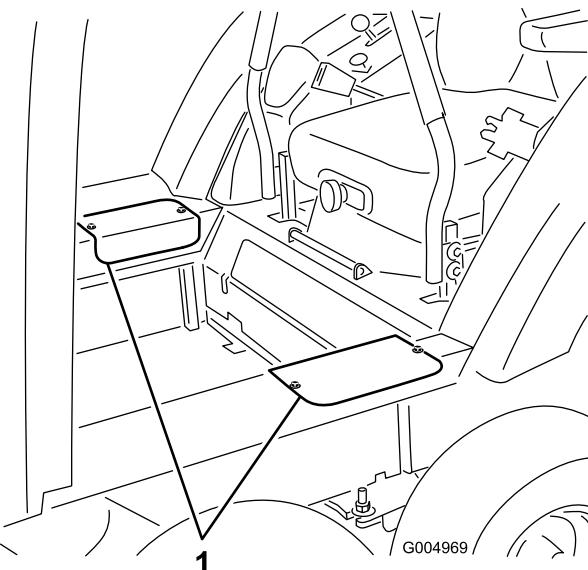

Figure 128
2. Enlevez les 2 vis qui fixent chaque couvercle d'accès latéral et déposez les couvercles (Figure 128).